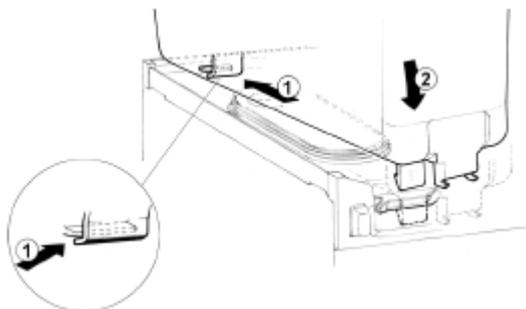

Рисунок 9
5. Установите емкость. Для облегчения установки можно смочить прокладку. Осторожно введите крючок на задней стороне емкости в посадочное место на верхней пластине капельного отвода жидкости (см. рисунок 9).